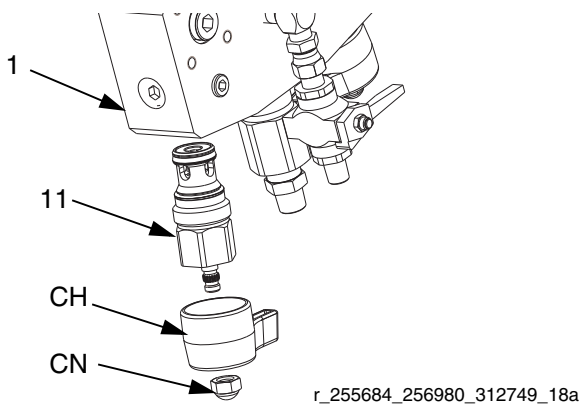

FIG. 6
1. Appliquez du frein-filet bleu sur les filetages extérieurs des cartouches (11) et installez-les dans le collecteur avec tige complètement tournée dans le sens antihoraire. Placez une clé sur les méplats de la cartouche et serrez à un couple de 170 N•m (125 pi-lb). Consultez la FIG. 6, page 18.
2. Installez la poignée (CH) et l'écrou borgne (NC) sur la cartouche de sorte que les poignées se fassent face lorsqu'elles sont fermées.